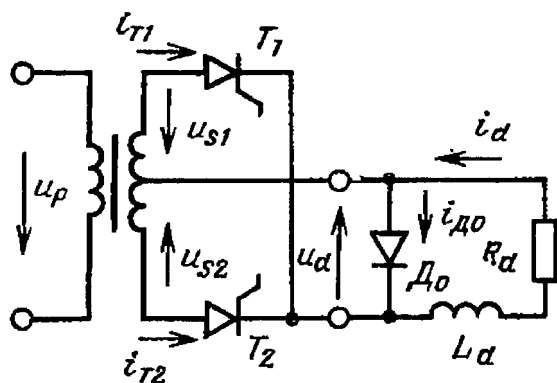

Рис. 9. Управляемый преобразователь со схемой 1Φ1Н2П с шунтирующим диодом
14. Управляемый выпрямитель со схемой соединений 1Φ1Н2П и шунтирующим диодом (рис. 9) работает на нагрузку, состоящую из последовательно соединенных реактора с индуктивностью $L_d \approx \infty$ и резистора с сопротивлением $R_d = 10$ Ом. Действующее значение напряжения вентильной обмотки идеального трансформатора $U_s = 110$ В, угол управления $\alpha = 30^\circ$. Постройте кривые выпрямленного напряжения, токов двух тиристоров и тока шунтирующего диода. Вентили идеальные.